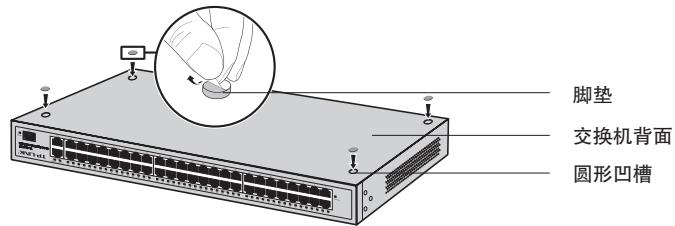

图2-1 桌面安装示意图
2. 逐个揭去4个脚垫的胶面保护纸，分别黏贴在位于机壳底部四角的圆形凹槽中，如**图2-1所示**；